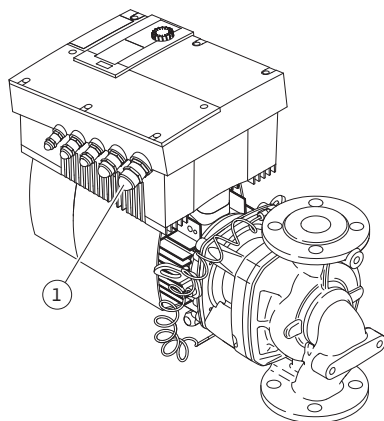

Fig. 28: Kaapeliläpivienni M25
- Verkkoliitäntäjohto on vietävä kaapeliläpiviennin M25 (Fig. 28, kohta 1) kautta.